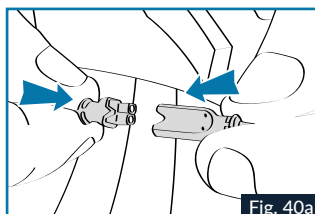
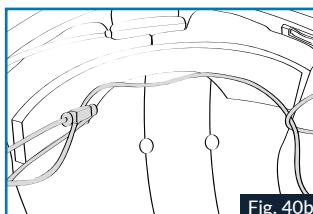

Fig. 40a
Fig. 40b
11. Effectuer les branchements des speakers (connecteur noir 2 branche), et le clavier suivant la FIG.40a, puis faite passer le cable du speaker droite comme indiqué sur la Fig.40b